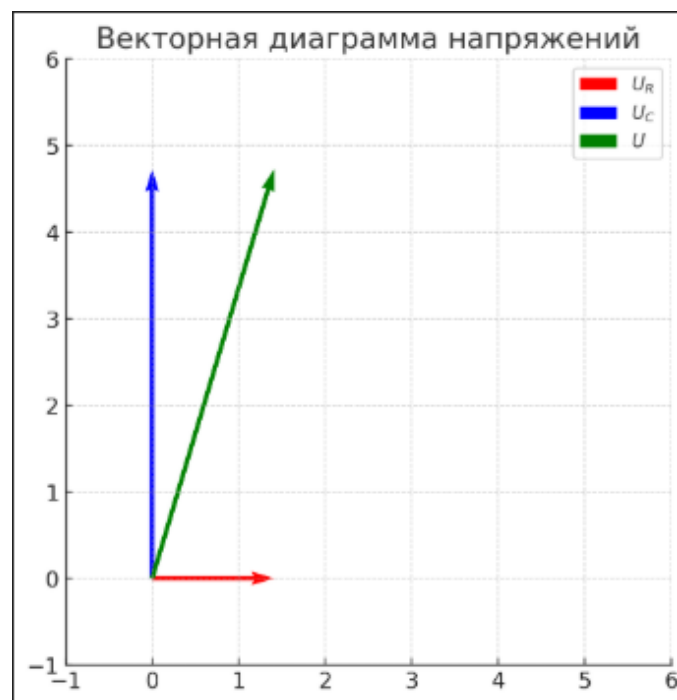

Рис. 6: Векторная диаграмма напряжений
- Векторной диаграммы напряжений: U , U_R , U_C (рис. 6)